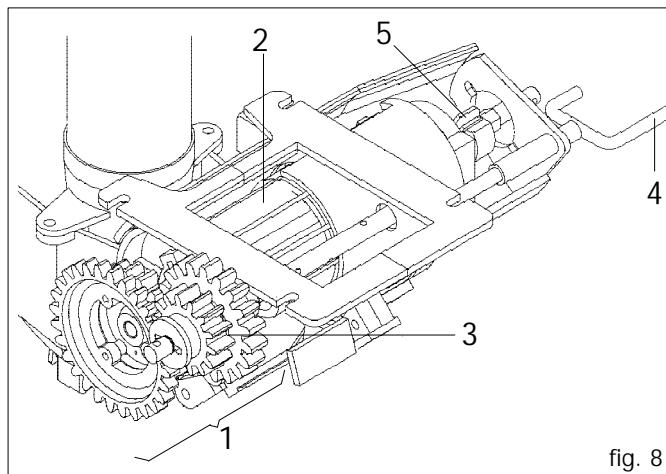
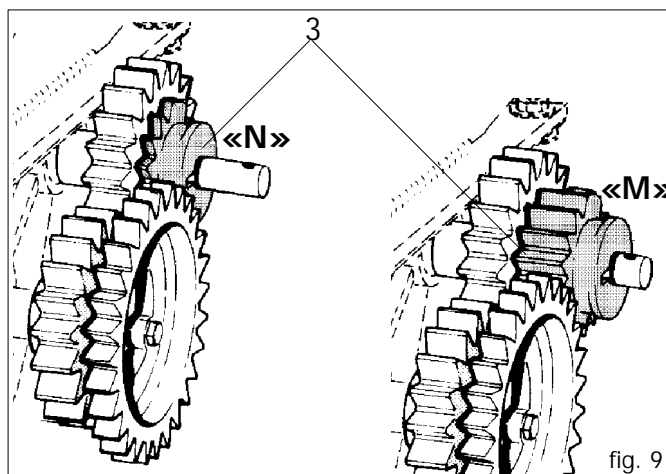

fig. 8
fig. 9
Le doseur (cf. fig. 8), l'organe principal pour le fonctionnement de l'élément semeur, est placé sous le réservoir des semences. Il reçoit le mouvement de la roue de transmission par le biais d'engrenages (avec rapport proportionnel à la largeur du travail) et par des chaînes.
Le doseur est composé d'une boîte à vitesses (cf. 1 fig. 8) qui permet deux rapports de transmission au rouleau de distribution (2) en variant la position de la roue dentée rouge (3 Fig. 9). En position «N», le rapport est de 1:1 donné par le couple de roues dentées Z19; si l'on déplace la roue (3) en «M», le rouleau distributeur réduira de la moitié le nombre de ses tours puisque la transmission est composée par la roue motrice rouge Z14 et par la roue conduite Z28. Au cours d'un essai de dosage, ainsi que cela a été décrit au chapitre 3.2.3, on remarquera que la quantité de produit distribuée sera réduite de la moitié vis à vis d'un essai ayant un rapport 1:1 (cf. tableau page 60-61).
Le ressort de blocage (cf. E fig. 8) permet de modifier l'ouverture de la vanne et, en même temps, le débit du rouleau doseur.